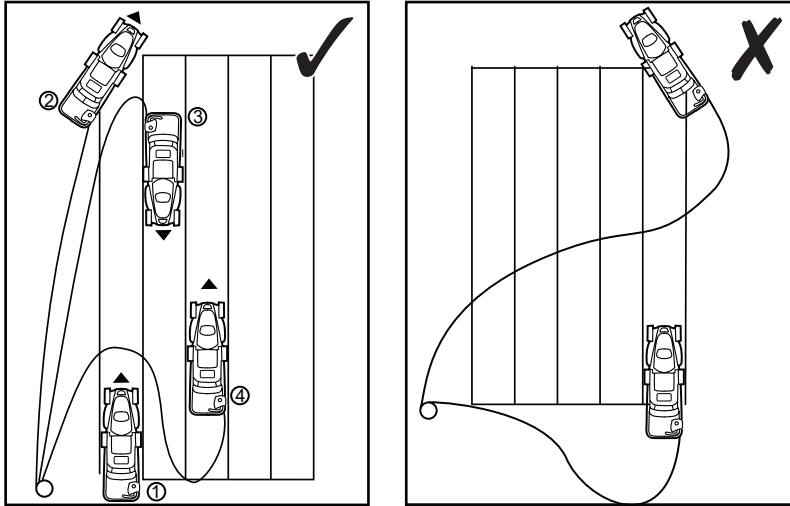

Fig. 15
15. Maintenir les rallonges à l'écart des lames. Les lames peuvent endommager les cordons et provoquer un contact avec des pièces sous tension (Fig. 15).